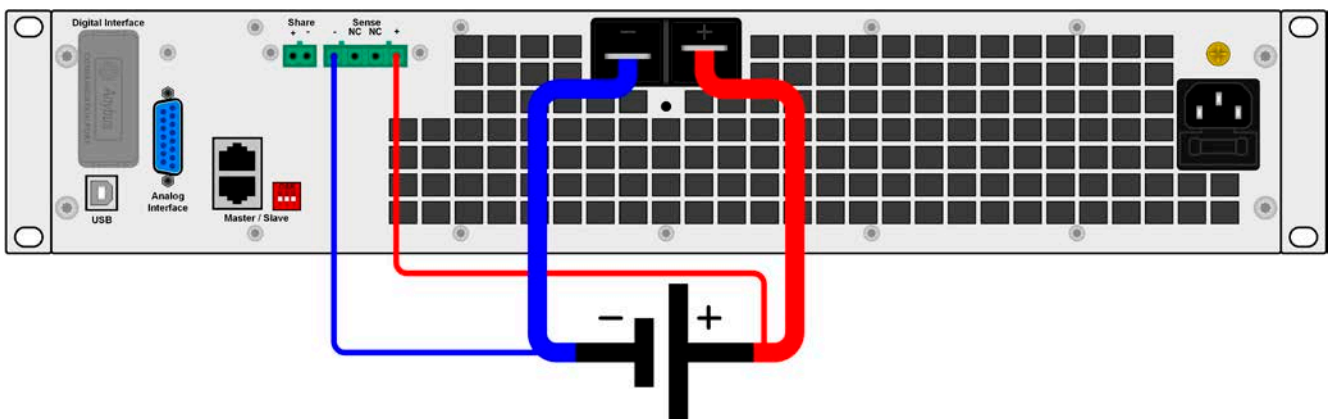

Bild 7 - Prinzip der Fernfühlungsverdrahtung
- *Die Fernfühlung ist nur im Konstantspannungsbetrieb (CV) wirksam und der Fernfühlungsanschluß sollte möglichst nur solange angeschlossen bleiben, wie CV benutzt wird, weil die Schwingneigung des Systems durch Verbinden der Fernfühlung generell erhöht wird.*
- *(+) Sense darf nur am (+) der Quelle und (-) Sense nur am (-) der Quelle angeschlossen werden. Ansonsten könnte die elektronische Last beschädigt werden. Siehe auch Bild 7.*